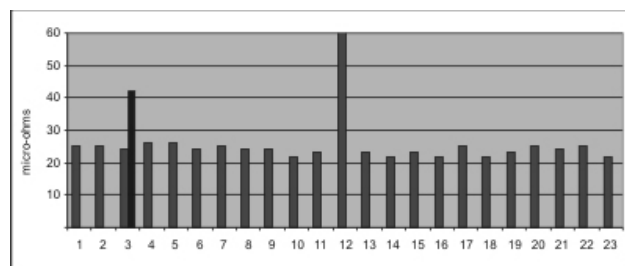

Figura 7 Gráfica de barras de resistencia de conexión entre celdas
El gráfico de la figura 7 muestra los datos obtenidos con una batería de 24 celdas de un móvil (CO) real. El pico en el conector número 12 (celdas 12 a 13) es una conexión de cable entre niveles. El conector número 3 no cumplía las especificaciones y se determinó que uno de los dos terminales no estaba adecuadamente apretado. Se apretó de nuevo y se repitió la prueba. Después del apriete, estaba en el 10 % de la media de la cadena.